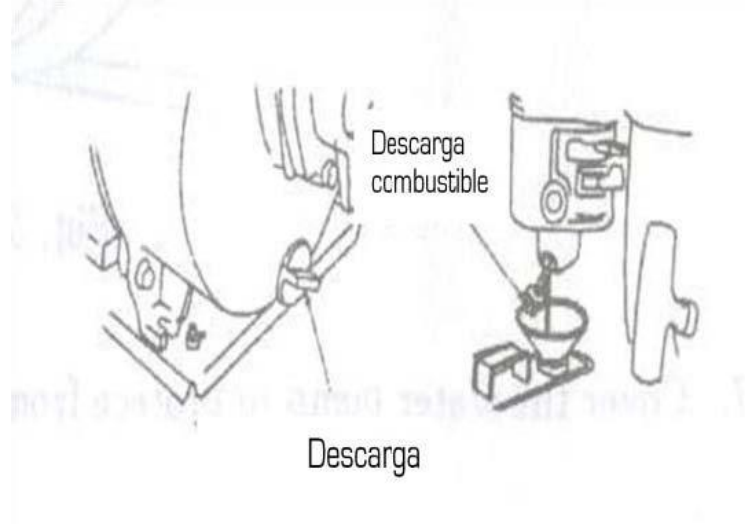

Fig. 25
2. Limpiar la bomba por dentro. Si se utiliza para el bombeo de agua con barro u otros depósitos, éstos pueden quedar dentro. Antes de ponerla en el almacén, llenar la bomba con agua fresca para el lavado. Una vez finalizado el lavado, desenroscar el tapón de descarga agua, luego vaciar totalmente la bomba y volver a colocar el tapón (fig. 25).
- c) Volver a montar y poner el tapón de descarga en la posición original. (fig. 25).